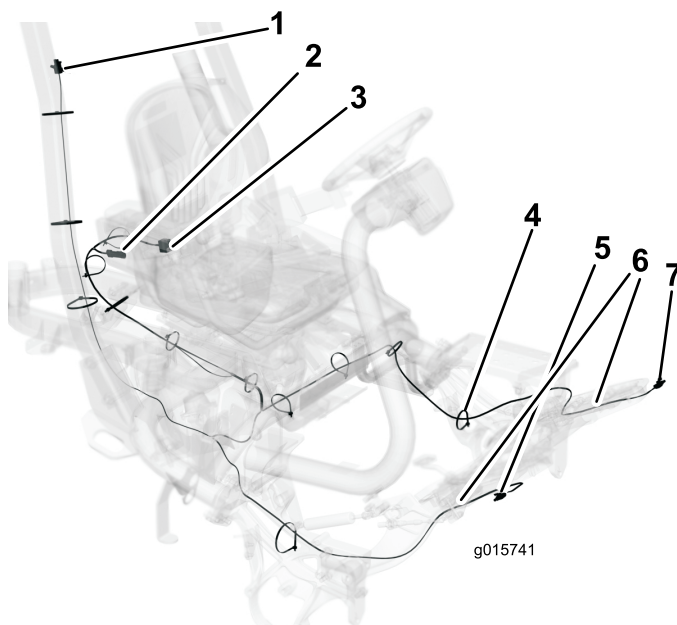

Figure 3
4. Faites passer le faisceau de câblage le long du ROPS vers le feu arrière, et fixez-le avec des serre-câble (Figure 3).
5. Acheminez le faisceau de câblage de la console vers l'armature du siège et fixez-le avec des serre-câble comme illustré à la Figure 3.
9. Poussez le faisceau de câblage dans les trous de la pièce moulée sur les côtés droit et gauche (Figure 3).